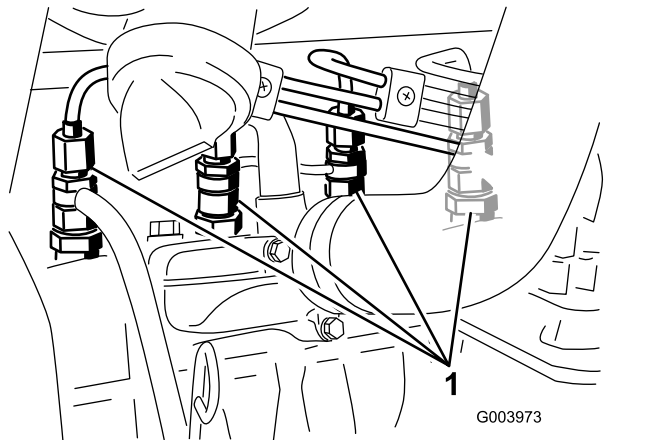

Figure 57
1. Desserrez le raccord entre l'injecteur n° 1 et le porte-injecteurs (Figure 57).